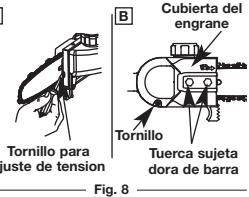
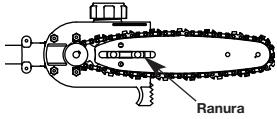

Fig. 8
Fig. 10
- Valiéndose de un destornillador de ranura recta, gire el tornillo de ajuste de tensión en sentido antihorario (Fig. 8, B) tan lejos como llegue o hasta el final de su recorrido, después saque la cadena y retire la barra.
- Usando un destornillador de cabeza plana, gire el tornillo de ajuste de tensión 4 vueltas hacia la izquierda (Fig. 8, A).
- Ajuste el tornillo de ajuste de tensión (Fig. 8, A) para permitir la inserción de la barra (Fig. 10). Cercíosese de que la cadena sigue la ranura en la barra de guía y ajuste el tornillo de ajuste de tensión para apretar la cadena.
- Instale la cubierta del piñón y apriete las tuercas y el tornillo para fijar la barra (Fig. 8, B).
- Afloje las tuercas retenedoras de la barra de tal forma que estén apretadas a mano (Fig. 8, B).
- Manteniendo la nariz de la barra hacia arriba, utilice el desarmador para girar el tornillo de ajuste de la barra guía a favor de las manecillas del reloj para apretar la cadena (Fig. 8, A). Girando el tornillo en contra de las manecillas del reloj afloja la cadena de la barra guía.